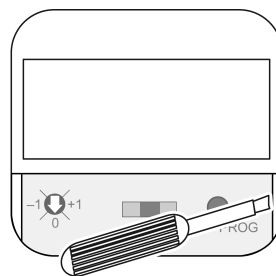

Bild 16: Demontage Designabdeckung
- Designabdeckung vorsichtig mit Schraubendreher entfernen (Bild 16).